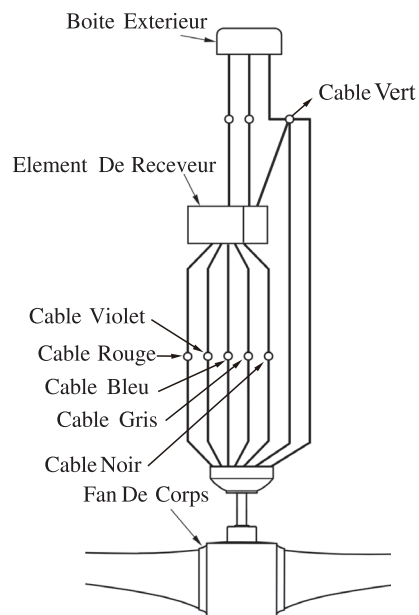

FIG.9
2. Raccordez le fil rouge du récepteur au fil rouge du ventilateur avec un écrou de serrage de fil. Raccordez le fil violet du récepteur au fil violet du ventilateur avec un écrou de serrage de fil. Raccordez le fil bleu du récepteur au fil bleu du ventilateur avec un écrou de serrage de fil. Raccordez le fil gris du récepteur au fil gris du ventilateur avec un écrou de serrage de fil. Raccordez le fil blanc du récepteur au fil blanc du ventilateur avec un écrou de serrage de fil. Raccordez le fil vert ou en cuivre nu de la boîte de sortie aux fils verts du récepteur, du support de suspension et de la boule de la tige descendante avec un écrou de serrage de fil. (Voir fig.9)